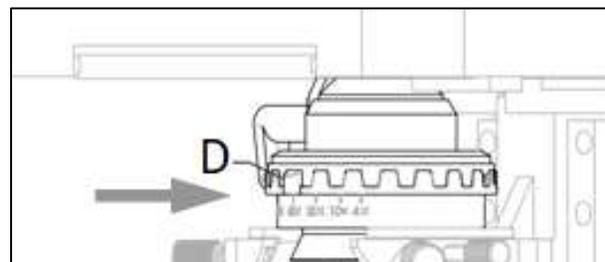

Рис. 23
(Рис. 23) С помощью ручки регулировки диафрагмы (D) отрегулируйте размер диафрагмы, чтобы изменить контрастность образца.
Для настройки поверните рычаг апертурной диафрагмы (D) в соответствующее положение на конденсоре в соответствии с изображением. (Рис.23)